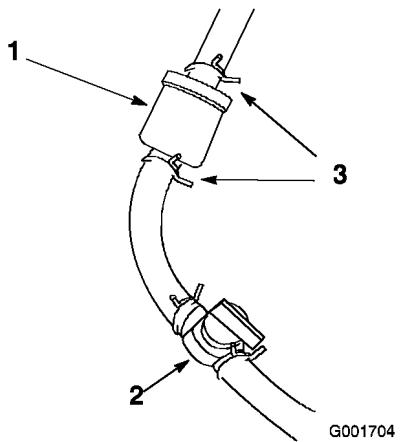

Figure 36
3. Fermez le robinet d'arrivée de carburant (Figure 36).
4. Desserrez le collier de serrage au niveau du filtre à carburant et éloignez-le du filtre (Figure 36).
5. Débranchez les conduites d'alimentation du filtre (Figure 36). Ouvrez le robinet d'arrivée de carburant et laissez l'essence s'écouler dans un bidon ou un bac de vidange.
Rapprochez le collier de serrage du filtre pour fixer la conduite d'alimentation (Figure 36).